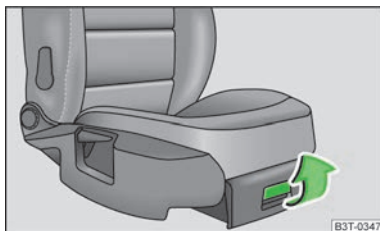

Fig. 95
- Para abrir la tapa tirar del asa » fig. 95.